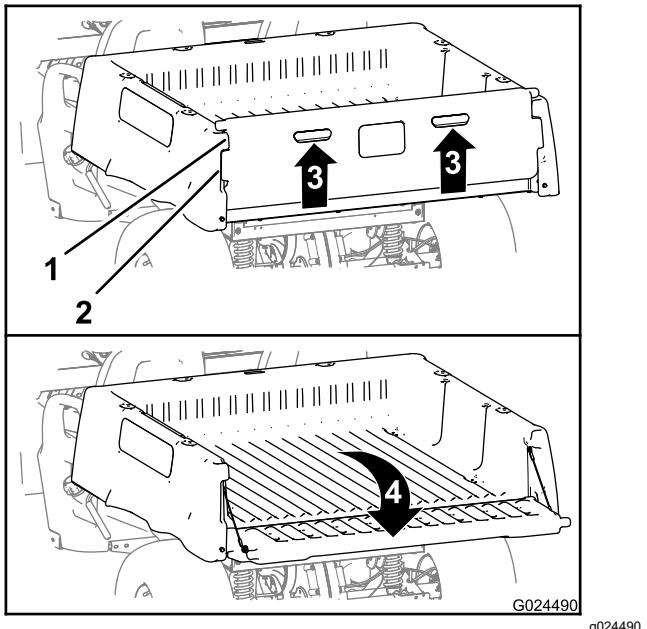

Figure 16
2. Passez les doigts dans les poignées du hayon pour le soulever (Figure 16).
3. Alignez les bords de verrouillage du hayon sur les ouvertures entre les bords de verrouillage du plateau de chargement (Figure 16).
4. Faites pivoter le hayon vers l'arrière et le bas (Figure 16).
6. Faites pivoter le hayon vers le haut et l'avant jusqu'à ce que les bords de verrouillage soient au niveau du creux dans le plateau de chargement (Figure 16).
7. Abaissez le hayon jusqu'à ce qu'il soit de nouveau engagé à l'arrière du plateau de chargement (Figure 16).